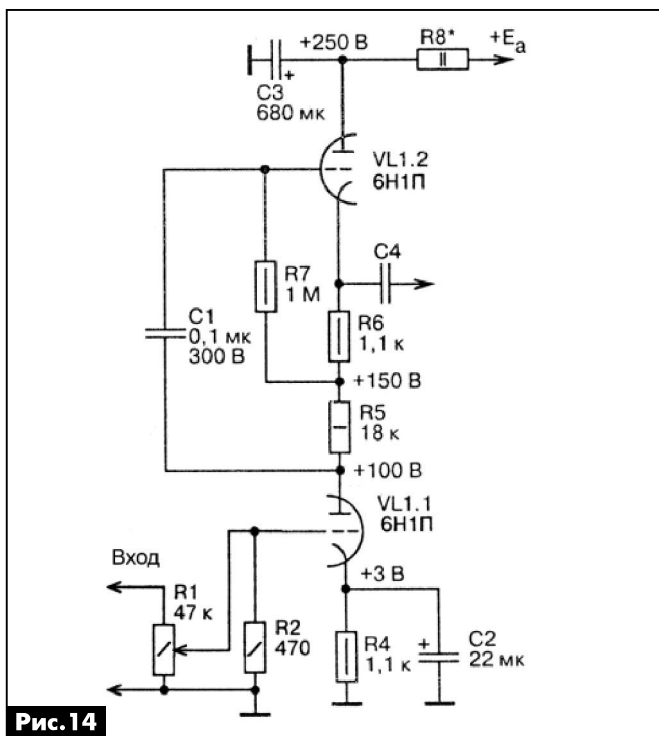

Рис. 14
35), показан на **рис. 14**. В нём разделена нагрузка в цепи анода VL1.1, т.е. нагрузкой по переменному току для VL1.1 является не только триод VL1.2, но и резистор R5.